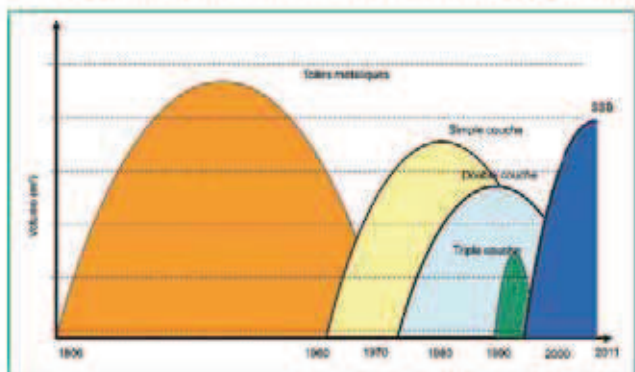

Fig. 1. L'histoire des toiles de formation.
**Chris Kershaw** (Heimbach) a rappelé l'histoire et l'évolution des toiles de formation (fig. 1). Un flash-back passionnant. Les toiles ont en effet épousé l'évolution des machines (MAP), tout l'enjeu pour le fabricant d'habillages résidant dans sa capacité à adapter constamment sa technologie à la croissance de la vitesse et des laizes. Les toiles sont ainsi passées du métallique (bronze, acier, inox) au synthétique, simple couche, double et aujourd'hui triple couche (SSB). Atteindre une largeur de toile à l'enrouleuse de 11 m, voire près de 12 m (attendus pour 2020), contre 4 m... en 1960 signifie travailler sur la stabilité dimensionnelle de la toile. Les toiles